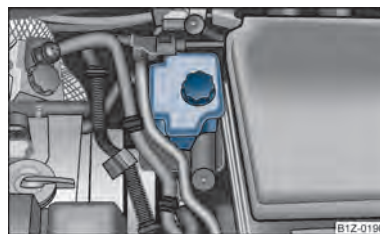

Fig. 153 Compartiment moteur : Réservoir de liquide de frein
- Contrôlez le niveau de liquide de frein dans le réservoir ⇒ fig. 153. Celui-ci doit arriver entre les marques « MIN » et « MAX ». ►